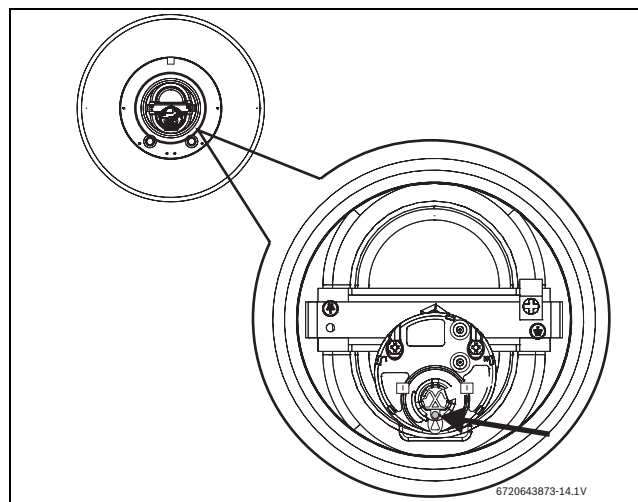

Fig. 15 Botão de rearme
- ▶ Pressionar completamente o botão (→ Fig. 15).